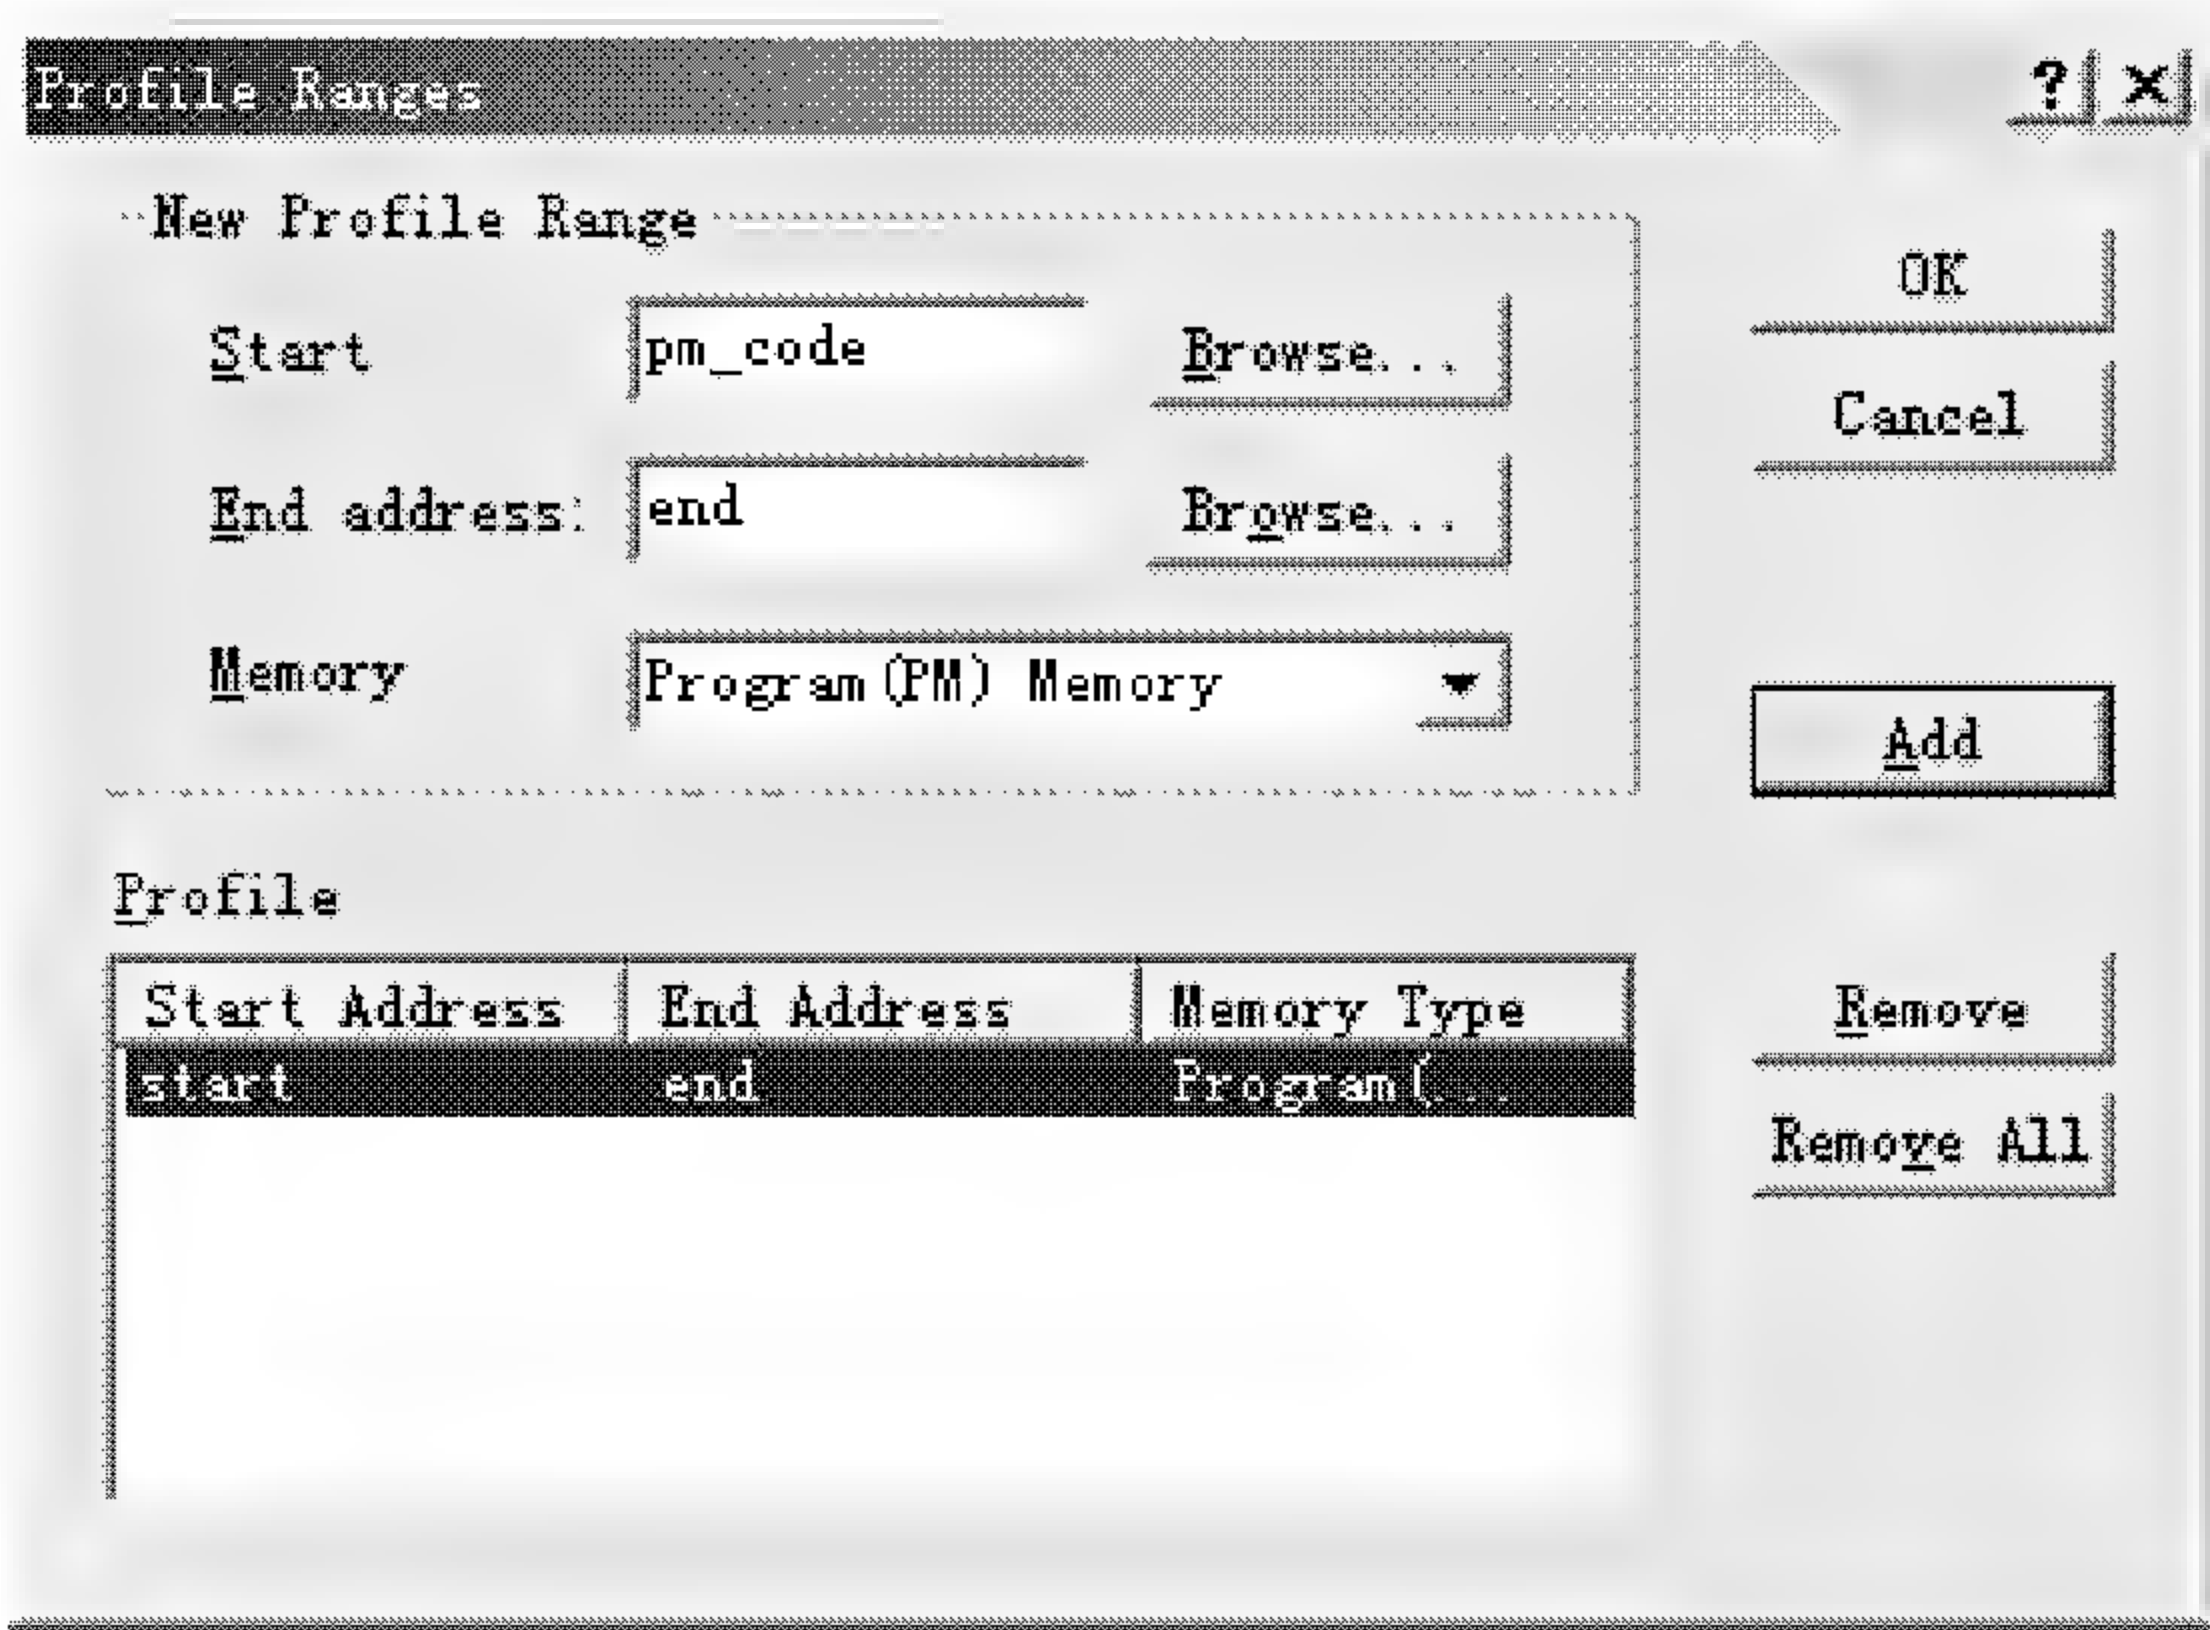

图 4.13 Profile Ranges 对话框
- (1) 选择 Tools → Profile → Enable Profiling，使能 Profile 工具。
- (2) 选择 Tools → Profile → Add/Remove Profile Ranges 工具，打开 Profile Ranges 对话框，如图 4.13 所示。